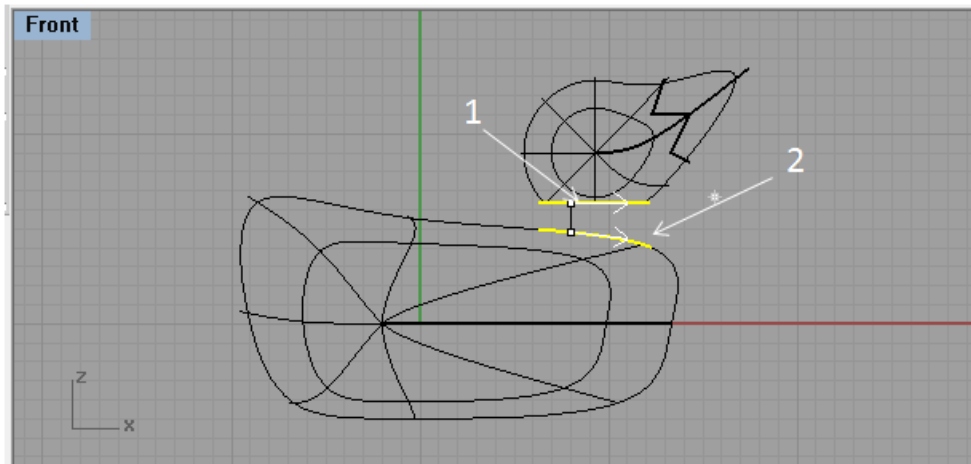

Figura 5.31
46.- En el menú “Surface”, seleccionar “Blend surface”, la barra de comandos dirá “Select segmente for first Edge (AutoChain=No ChainContinuity=Tangency):”, seleccionar la curva en la parte inferior de la cabeza (1) y dar Enter.
47.- Ahora aparecerá “Select segment for second Edge (AutoChain=No ChainContinuity=Tangency):”, seleccionar la curva en la parte superior del cuerpo (2), como se muestra en la figura 5.31.